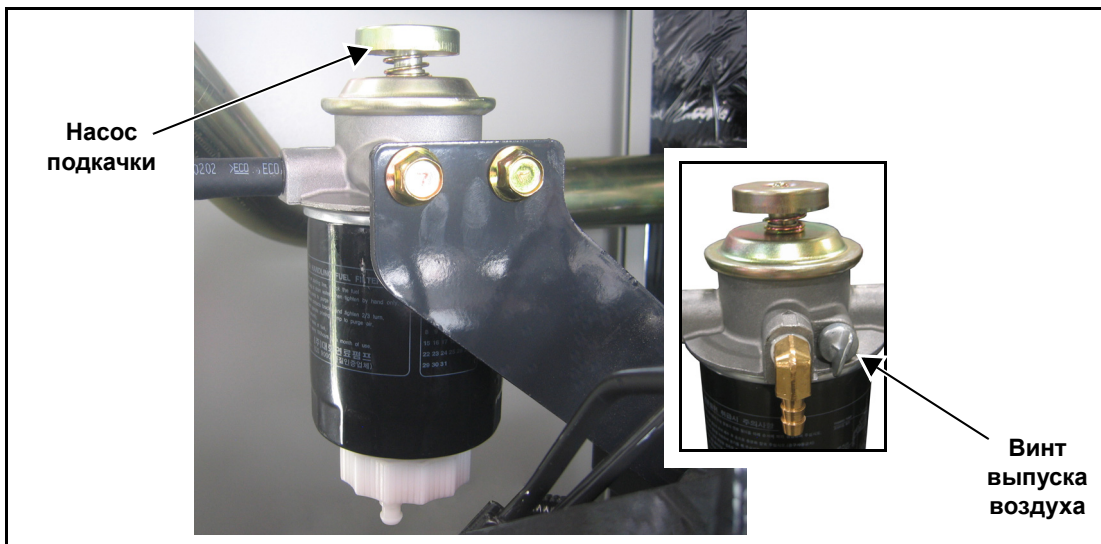

Рисунок 3-3. Заправка топливной системы
1. См. Рисунок 3-3. Ослабьте винт выпуска воздуха, запустите насос подкачки и дайте ему поработать, пока не появятся пузырьки воздуха. Поместите техническую ветошь вокруг винта выпуска воздуха, чтобы собрать вытекающее топливо.